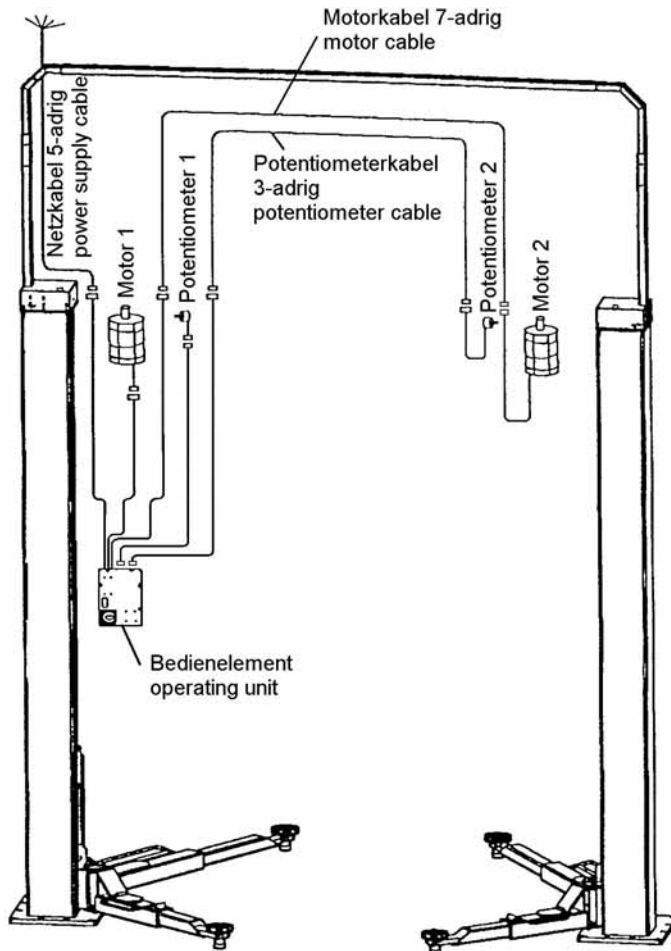

Bild 21: Kabelverlauf mit Verwendung von Steig- und Querrohr
- Kabel gemäß der Zeichnung (Bild 21) in dem Steig- und Querrohr der Hebebühne verlegen und die passenden Stecker zusammenfügen: